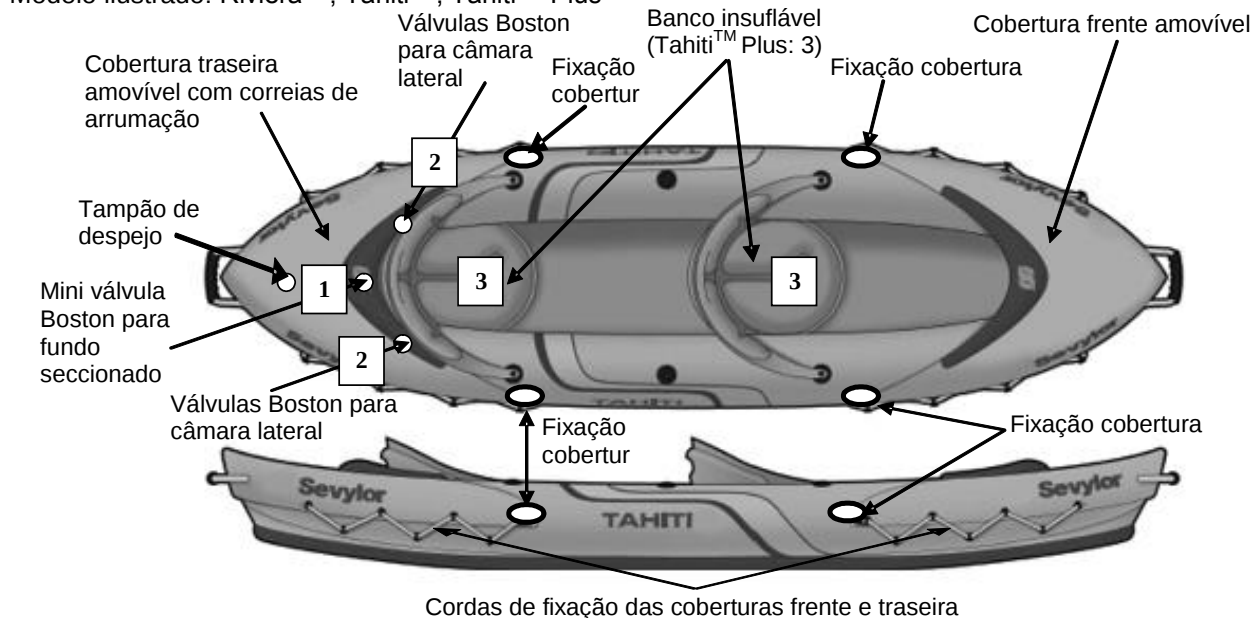

Figura 1
3. Encha o barco segundo a ordem de enchimento indicada na placa matrícula impressa no barco (ver também a figura 1, a numeração das válvulas).